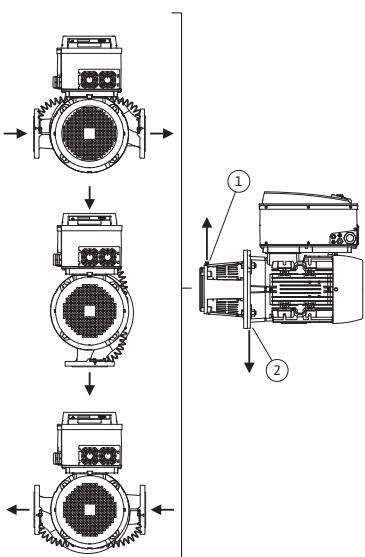
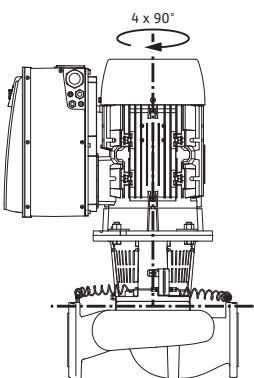

Fig. 18. Допустимые монтажные положения с горизонтальным валом электродвигателя
Fig. 19. Допустимые монтажные положения с вертикальным валом электродвигателя
Допустимые монтажные положения с горизонтальным валом электродвигателя и электронным модулем вверху (0°) показаны на Fig. 18. Не показаны допустимые монтажные положения с монтированным сбоку электронным модулем ($+/- 90^\circ$). Допускается любое монтажное положение, кроме «электронным модулем вниз» (-180°). Удаление воздуха обеспечивается только при условии, что клапан для удаления воздуха обращен вверх (Fig. 18, поз. 1). Только в этом положении (0°) может осуществляться направленное отведение накапливающегося конденсата через имеющиеся отверстия, фонарь насоса и электродвигатель (Fig. 18, поз. 2). Для этого удалить пробку на фланце электродвигателя.
Допустимые варианты монтажа с горизонтальным валом электродвигателя показаны на Fig. 19. Допускается любое монтажное положение, кроме положения «электродвигателем вниз».
При вертикальном расположении вала электродвигателя допускается любое положение клапана. См. также Fig. 18. «Допустимые монтажные положения с горизонтальным валом электродвигателя» на странице 204 или Fig. 19. «Допустимые монтажные положения с вертикальным валом электродвигателя» на странице 204.
- При горизонтальном положении вала электродвигателя отверстие для отвода конденсата должно быть направлено вниз (Fig. 18, поз. 2). При необходимости следует соответствующим образом повернуть электродвигатель.